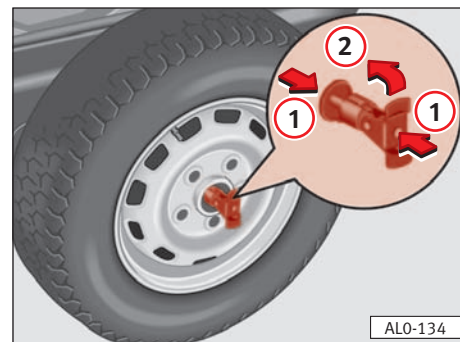

Fig. 172
- Comprimir la pieza de fijación (flechas **1**) y al mismo tiempo girar la pieza transversal en el sentido de la flecha **2** ⇒ **fig. 172**. Ahora puede pasar la pieza de fijación por el orificio central de la rueda de repuesto. ■
- Girar la pieza transversal en contra del sentido de la flecha ⇒ **fig. 172 2**.